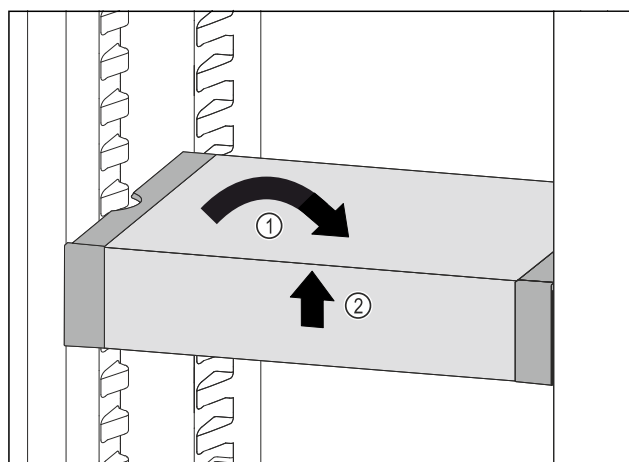

Fig. 88
- Collocare VarioSafe in maniera dritta. Fig. 88 (1)
- Sollevare VarioSafe dal lato anteriore. Fig. 88 (2)